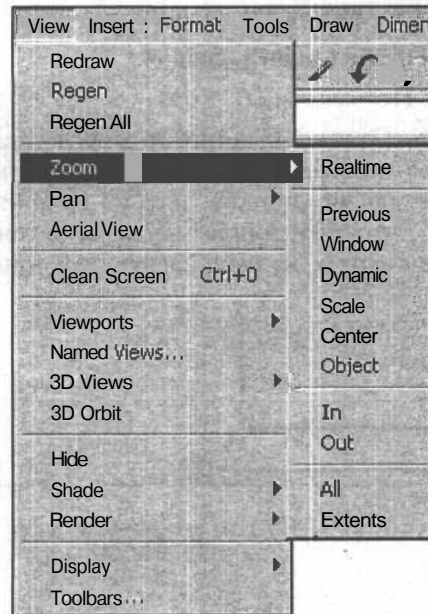

Рис. 5.6. Дополнительное меню с опциями команды **Zoom**
1. Откройте меню **View** (Вид) и выберите из него **Zoom** (Показать). Появится дополнительное выпадающее меню (рис. 5.6) с опциями команды.